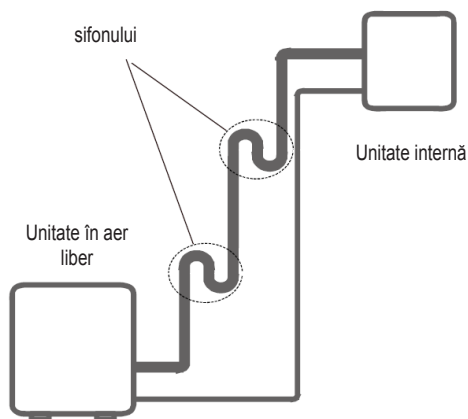

fig. 4 -
**Unitatea externă amplasată dedesubt și unitatea internă deasupra ("fig. 4 -").**